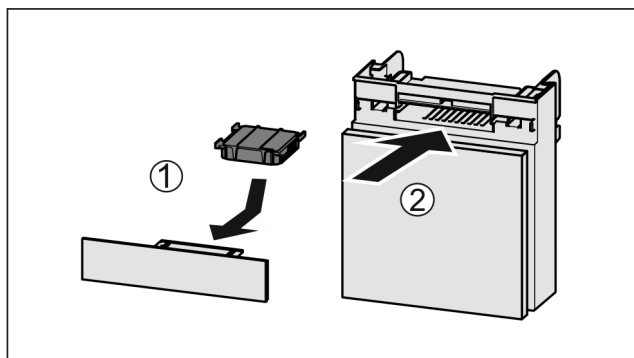

Fig. 44
- ▶ Wkładać Fig. 44 (1) filtr z węglem aktywowanym zgodnie z ilustracją.
- ▶ Wsunąć komorę Fig. 44 (2).